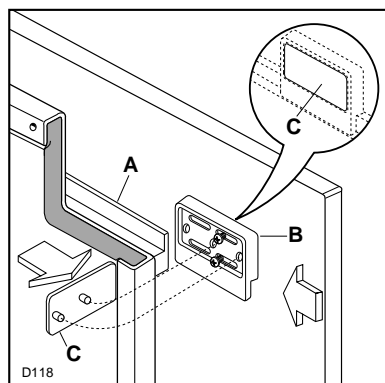

Fig. 5
Abrir la puerta del aparato y del espacio columna en modo de obtener una apertura de las mismas de 90° aproximadamente; colocar el tarugo (B) en la parte interna del espacio como se ilustra en la fig.5; luego fijarlo a la puerta del espacio situando los tornillos de fijación en la extremidad izquierda de los agujeros ranurados previstos en el tarugo (Fig. 5); con una leve presión deslizar el tarugo hacia la izquierda (los agujeros ranurados han sido previstos con esta función) en modo de obtener el enganche del dispositivo y consentir la apertura contemporánea de las dos puertas. Después de haber montado también el tarugo inferior (adecuado a la guía inferior), enroscar a fondo los tornillos de fijación de ambos. Aplicar la tapita cubretarugo (C) (Fig. 5) a presión.